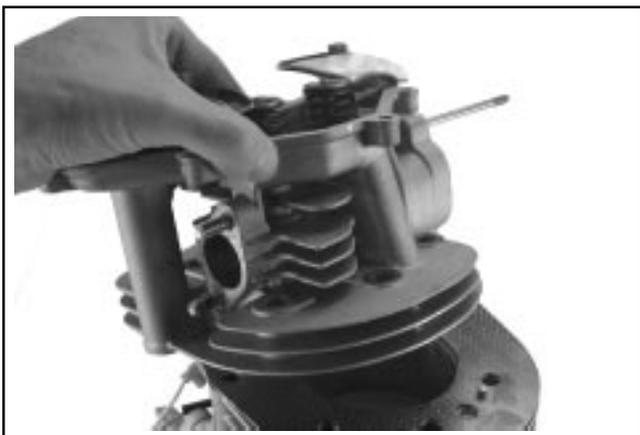

Figure 8-30. Dépose de la culasse et du joint de culasse.
- Retirer la culasse et le joint de culasse. Voir la Figure 8-30.